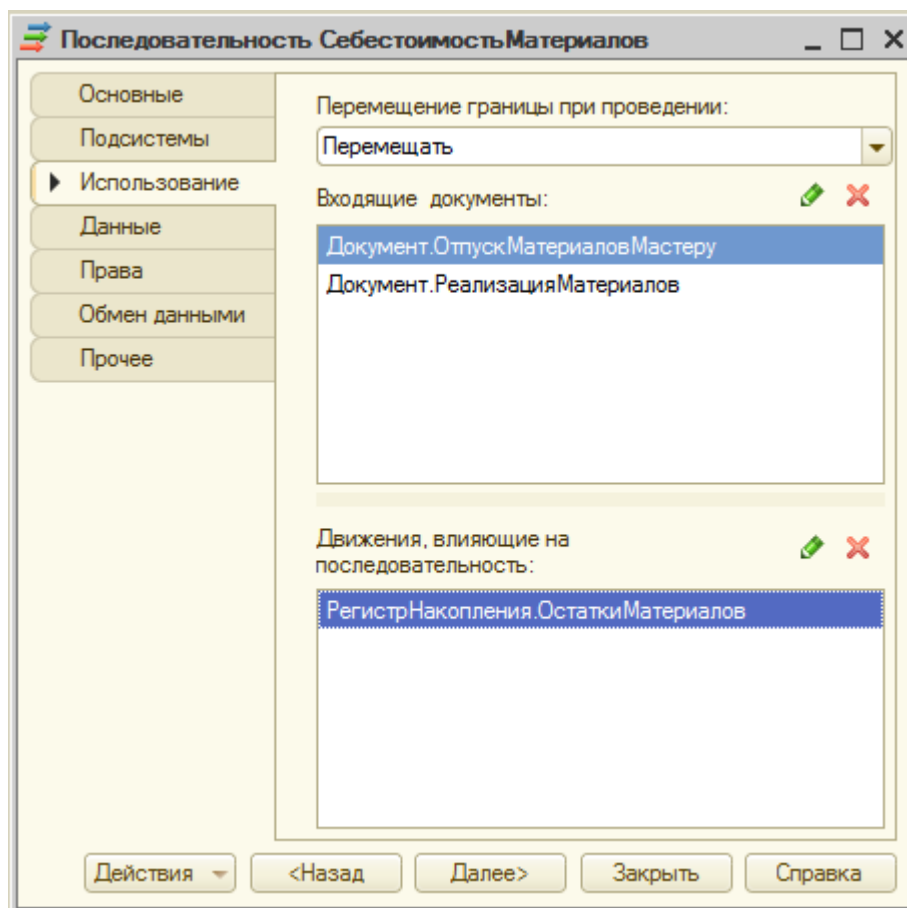

Рисунок 17.5- Настройка последовательности
9. На закладке **Использование**, Рисунок 17.5., мы оставим параметр **Перемещение границы при проведении** в значении **Перемещать**, в поле **Входящие документы** внесем документы **ОтпускМатериаловМастеру** и **РеализацияМатериалов**, в поле **Движения**,